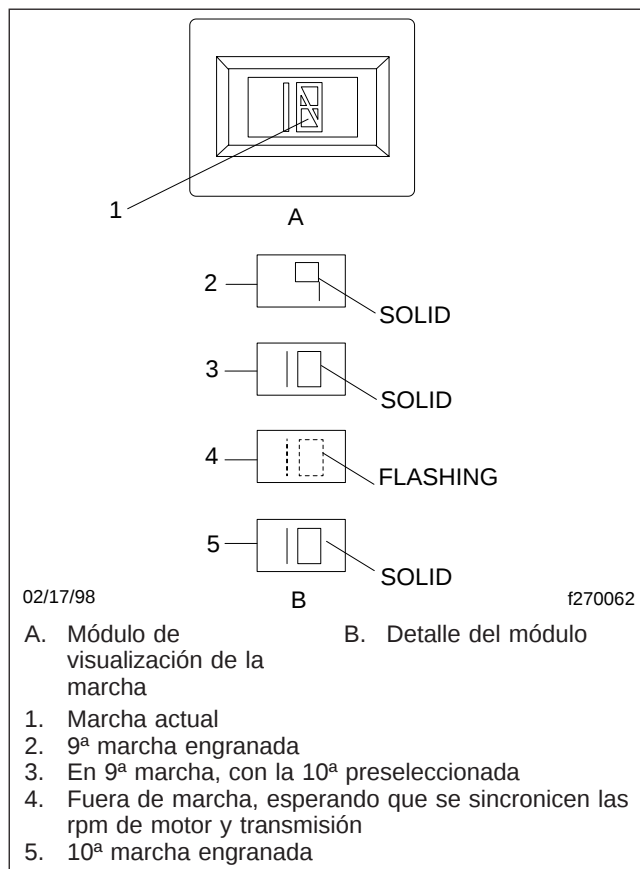

Figura 8.3, Módulo de visualización de la marcha
- El módulo de visualización de la marcha (Gear Display Module, **Figura 8.3**), montado en el tablero, indica la posición actual de marcha o el estado actual de la transmisión. Además se visualiza en forma destellante la próxima marcha para engranar, cuando la transmisión está en neutro durante un cambio de marcha.